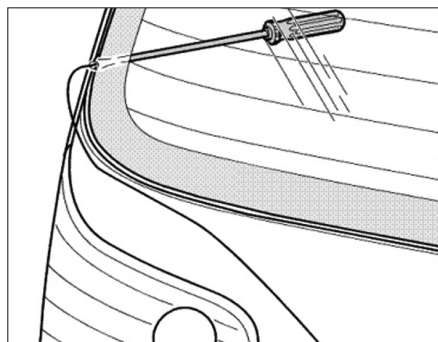
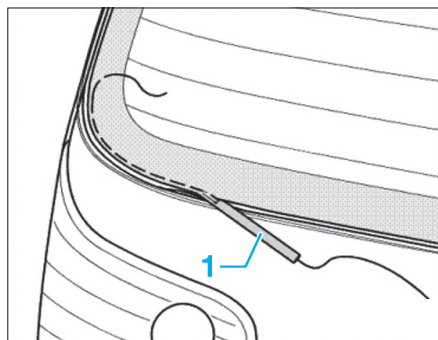
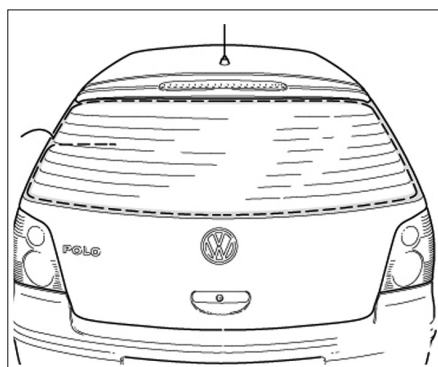

FIG. 12
FIG. 13
FIG. 14
- Insérer le fil à couper comme illustré (Fig.12), (Fig.13) et (Fig.14).